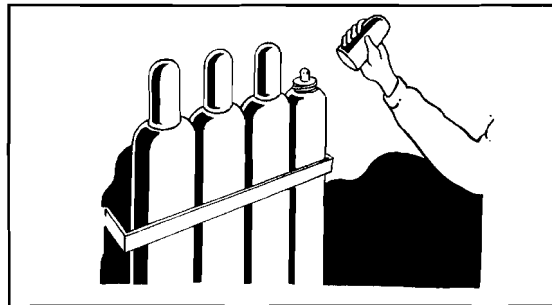
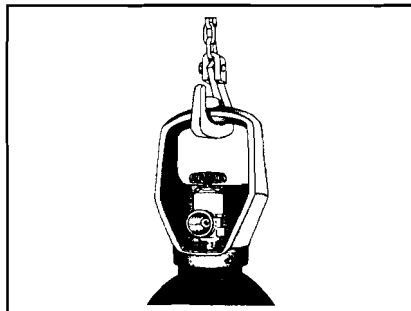

FIGURA 7.4: CAPERUZA DE PROTECCIÓN DE VÁLVULA
FIGURA 7.5: BOTELLAS DE GAS CON CAPERUZA DE PROTECCIÓN ESPECIALMENTE DISEÑADA PARA ELEVAR LA BOTELLA
- Muchas botellas tienen una caperuza para proteger la válvula (ver figura 7.4). La caperuza tiene que estar siempre puesta sobre la botella, a no ser que no se esté utilizando la botella. Nunca se debe elevar la botella mediante esta caperuza a no ser que esté especialmente diseñada para ello (ver figura 7.5).